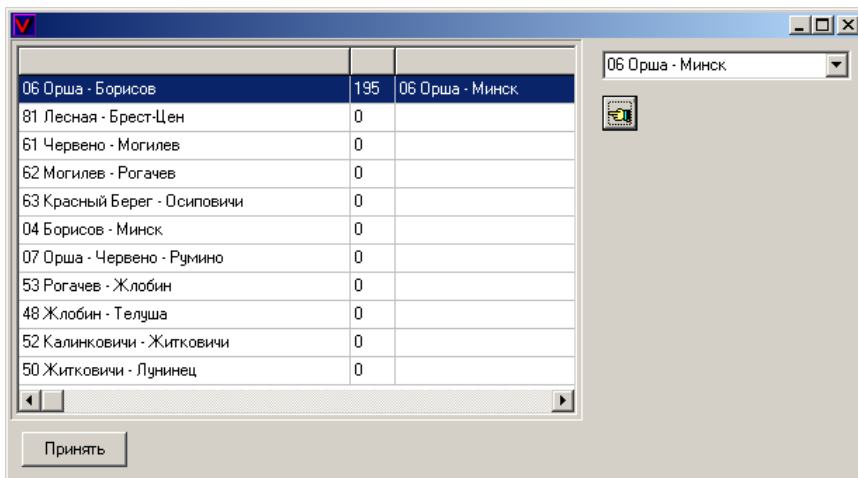

Рисунок 4.60 – Окно согласования участков маршрутов и ГДП
- в появившемся окне (рисунок 4.60) указать соответствие участков из маршрутов участкам из ГДП;
Маршрут представляет собой последовательный перечень ниток поездов на участках. Список ниток выбранного маршрута отображается внизу списка маршрутов. Нитки можно добавлять, удалять и изменять. Если название участка нитки маршрута не совпадает с названием участка из ГДП, то во время расчета в окне (см. рисунок 4.60) можно установить соответствие участков. После расчета необходимо сохранить список маршрутов в файл. Таким образом, принятые соответствия будут сохранены в маршрутах.